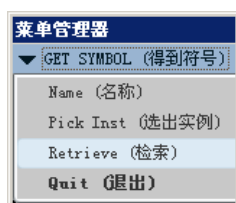

图 8.1.35 “得到符号”菜单
(1) 从系统弹出图 8.1.35 所示的 **GET SYMBOL (得到符号)** 菜单中选择 **Retrieve (检索)** 命令。